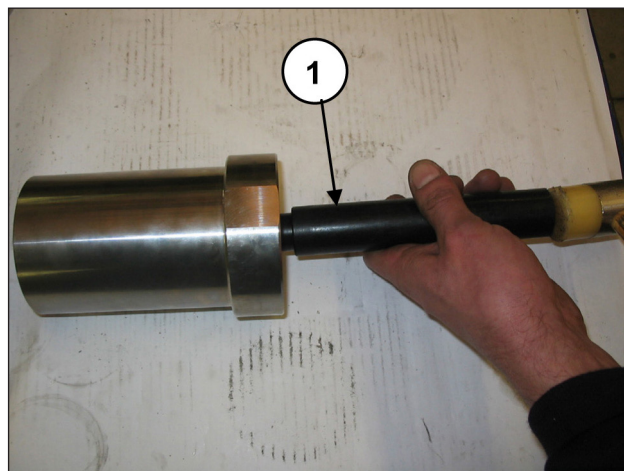
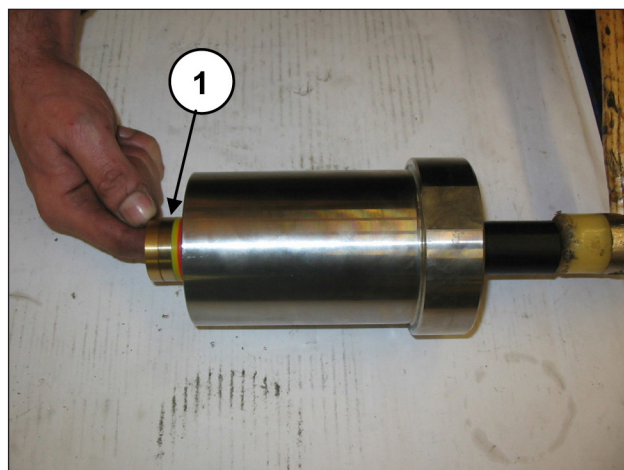

Fig. 114
Fig. 115
Com a camisa separada do suporte de vedação e com um pino especial em material plástico (pos. ①, Fig. 114) faça sair o pacote HP (alta pressão) (pos. ①, Fig. 115).
A cada desmontagem, o pacote HP (pos. ①, Fig. 115) deverá ser substituído.